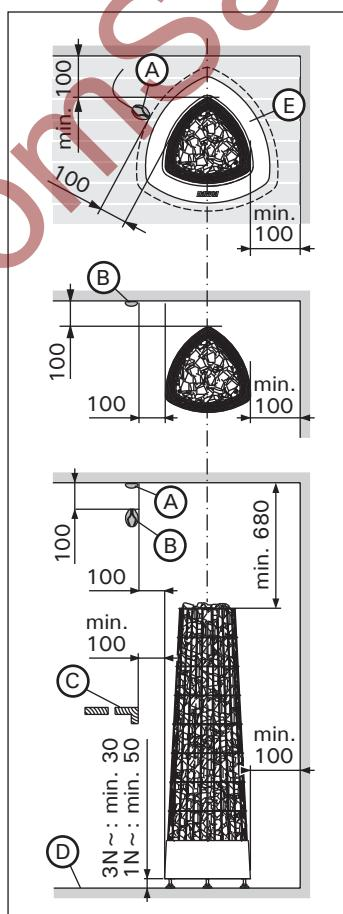
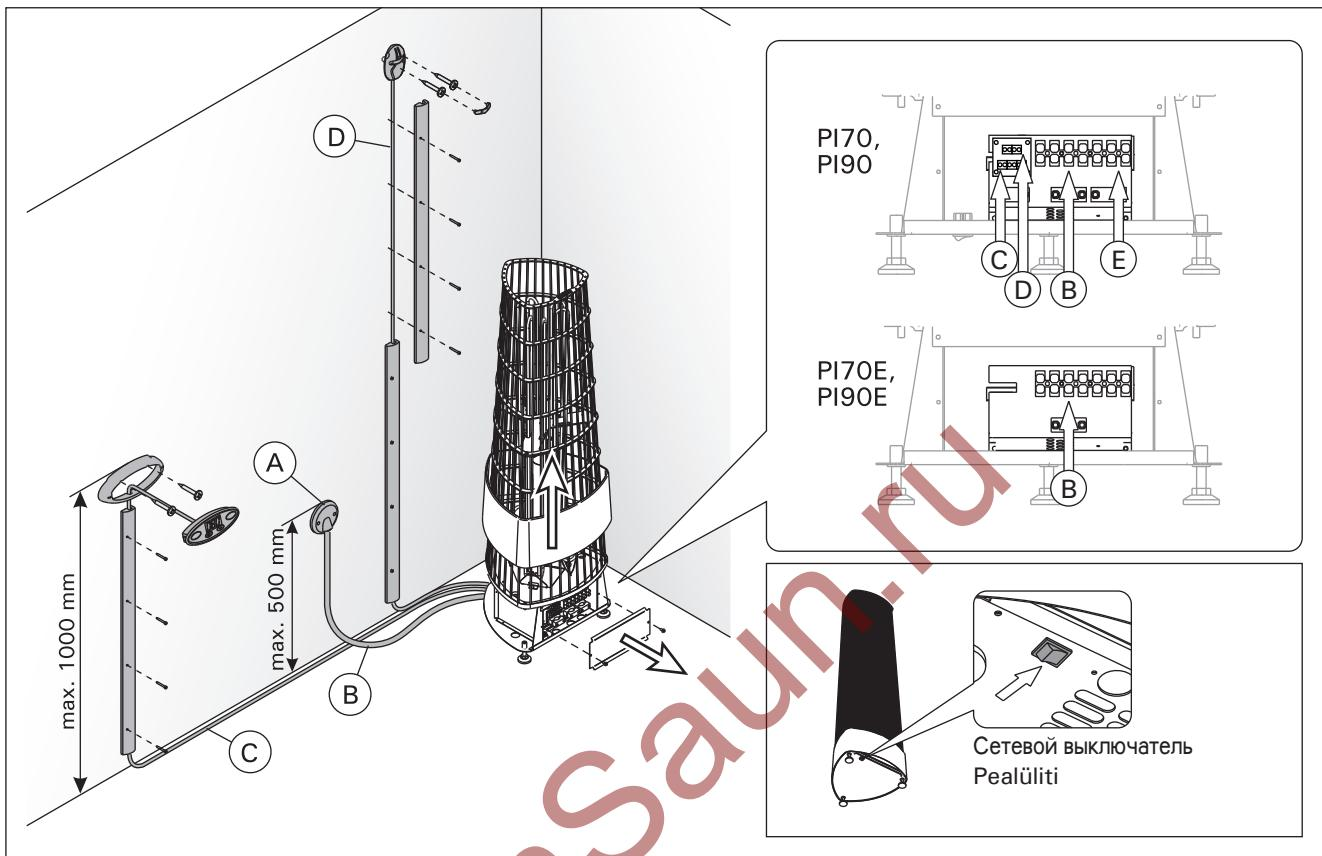

Рисунок 6. Расположение и безопасные расстояния (все размеры приведены в миллиметрах)
Рисунок 7. Разъемы нагревателя
- Элементы, представленные на рис. 6:
Разъемы нагревателя (рис. 7):
- Каменка гибким проводом подсоединяется к соединительной коробке (рис. 7: А) в стене сауны. Соединительная коробка должна быть брызгозащищенной и находиться на расстоянии не более 500 мм от пола.
- В качестве кабеля (рис. 7: В) следует использовать резиновый кабель типа HO7RN-F или подобный. **ВНИМАНИЕ! Использование изолированного ПВХ кабеля запрещено вследствие его разрушения под воздействием тепла.**
- **PI:** Установите датчик на стену сауны, как показано на рис. 6. Вставьте кабель датчика в разъем нагревателя по принципу цветового соответствия (рис. 7: D).
- **PI-E:** Установите датчик на стену сауны, как показано на рис. 6.
Датчик следует устанавливать в место, указанное в данной инструкции (рис. 6). Если не соблюдается минимальное расстояние, следует переместить вентиляцию.
Закрепите панель управления следующим образом (см. рис. 7):
4. Вставьте свободный конец кабель управления в разъем нагревателя по принципу цветового соответствия (рис. 7: C).